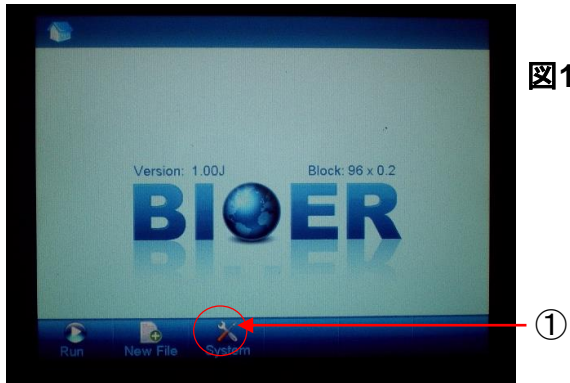

図1
※プッシュボタン(図1-③)について
Systemアイコン (図1-①) をタッチすると、初期設定を変更できます。